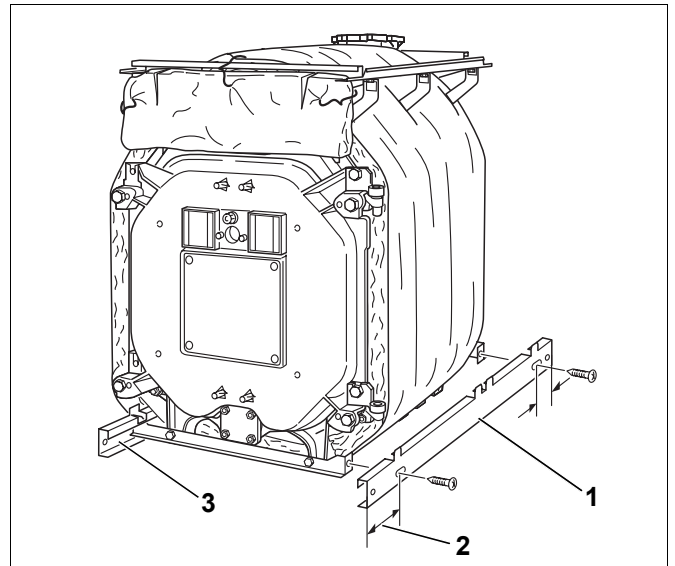

Bild 47 Seitliche Sockelschienen montieren
- Die Sockelschienen (Bild 47, **Pos. 1** und **3**) jeweils mit dem langen Überstand nach vorne (Bild 47, **Pos. 2**) in die unteren Quertraversen einhängen.